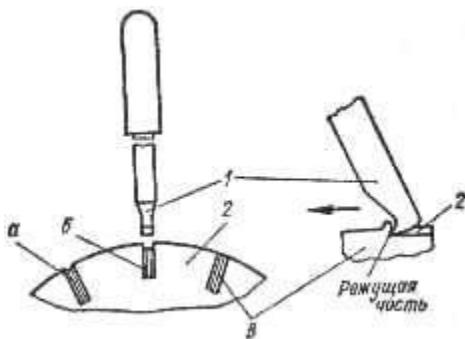

Рис. 31. Виды дефектов межламельной изоляции коллектора и углубление изоляции:
5. Если пластины коллектора в процессе эксплуатации износились и межплатная изоляция стала вровень с ними, необходимо пластины коллектора проточить и прошлифовать, а изоляцию углубить, придав ей необходимую форму (рис. 31). Предварительный осмотр коллектора можно произвести, не снимая статора, а для очистки коллектора и для углубления изоляции между его пластинами статор генератора необходимо снять с картера. 5. Ослабление контактов наконечников проводов в клеммной колодке или замыкание их на массу. Если обнаружена ненормальная работа генератора, наконечники проводов следует осмотреть и удалить их от массы. Следует также проверить затяжку гаек, крепящих клеммы. Эти гайки расположены с внутренней стороны клеммной колодки.